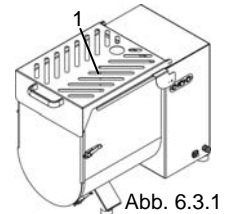

Abb. 6.3.1
- Oberes Gitter hochheben "1" Abb. 6.3.1.